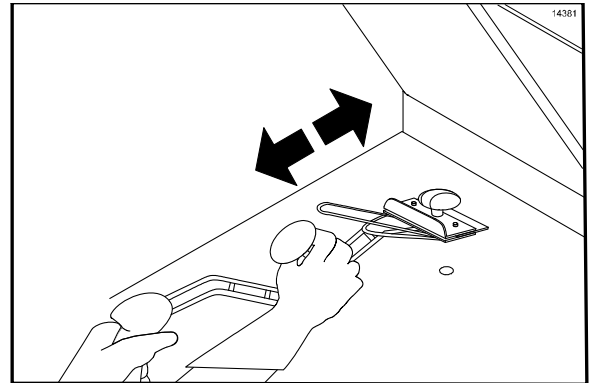

Figure 84
10. Racler la surface **inférieure** du grill avec le racloir de grill, de l'avant vers l'arrière (Cf. Figure 84).